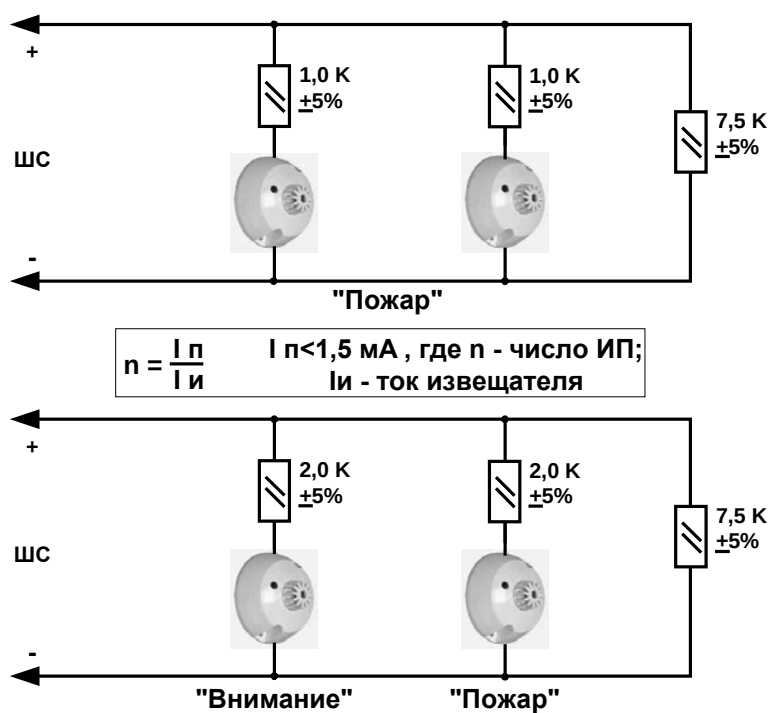

Рис. 12 Подключение извещателя пожарного типа ИП101-1А, ИП212-73(“ПРОФИ-О”) с базой В401 (с формированием извещений «Пожар» и «Внимание» - «Пожар»)
- от активных ИП типа ИП101-1А производства НПО «Сибирский Арсенал» выпуска до 01.07.2005 г. и типа ИП212-73(“ПРОФИ-О”) с базой В401 (см. Рис. 12, Табл. 14).